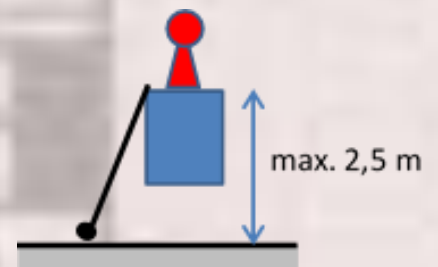

Fig. 4
- o bovenkant leuning tot glas: max. 2,5 m (fig. 4).